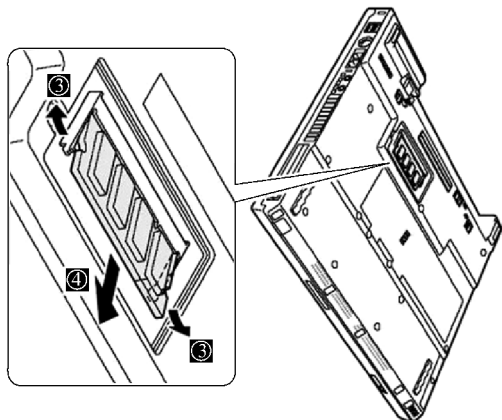

图 2-66 取出内存
2) 打开内存插槽盖后,把内存两边的卡子按照箭头“③”所示方向分开。按照箭头“④”所示的方向即可取出内存,如图 2-66 所示。